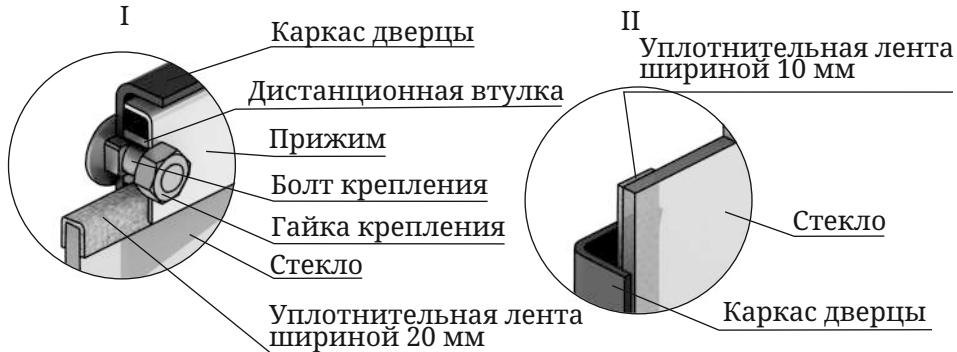

Рисунок 15. Крепление светорозрачного экрана
1. Отверните две гайки, фиксирующие прижим (рисунок 15.I), демонтируйте его и дистанционные втулки.
3. Возьмите новое стекло. Если на нем нет уплотнительных лент, наклейте их, лента шириной 20 мм наклеивается сверху и снизу стекла «П» — образно (рисунок 15.I), лента шириной 10 мм наклеивается вертикально, вдоль боковых сторон стекла (рисунок 15.II).
4. Вставьте стекло в упор, при этом лента, наклеенная с боковых сторон (вертикальная) должна быть зажата между стеклом и каркасом дверцы (рисунок 15.II).
Внимание! Гайки, фиксирующие прижим накручиваются на болты крепления через дистанционные втулки (рисунок 15.I).